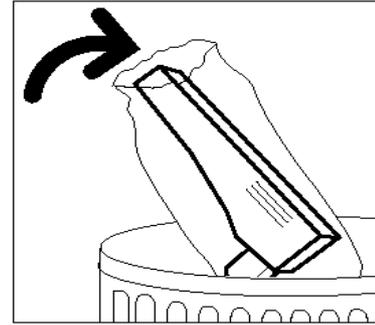

Fig. 37: Smaltimento della cartuccia vecchia
- 7 Mettere la cartuccia vecchia in un sacchetto di plastica, come illustrato in Fig. 37, ed eliminarla in conformità con i regolamenti locali.